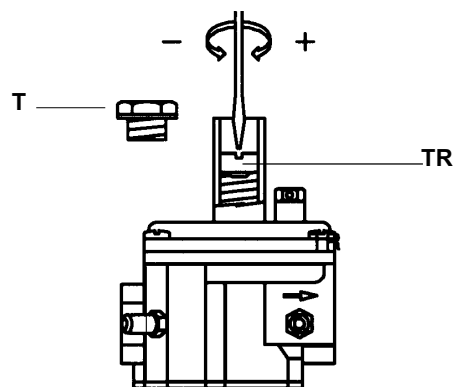

Рис. 18
- Для увеличения давления газа на выходе при помощи отвёртки поворачивайте винт TR, как показано на Рис. 18.